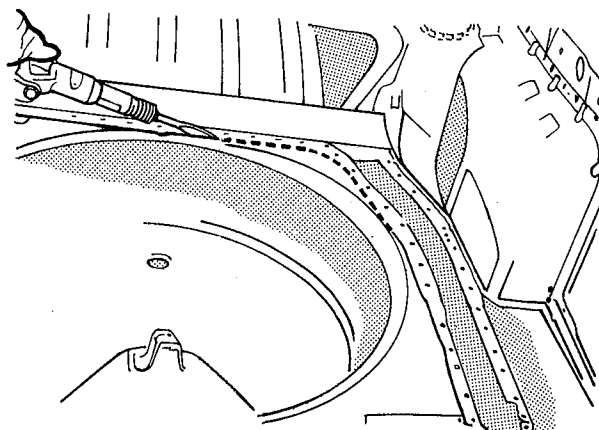

fig. 175
5. Cortar o painel do assoalho na parte dianteira da travessa, caixas das rodas, longarinas e painéis laterais internos (fig. 175)